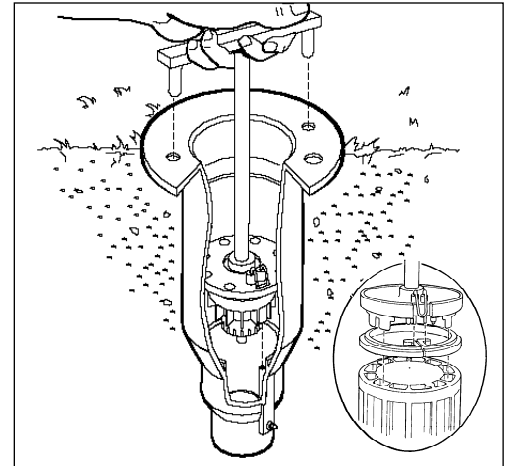

Abbildung 5
3. Um das Ventil und den Sprengring wieder einzusetzen und dabei das Verbindungsrohr im Regnergehäuse nicht zu beschädigen, ist das Ventileinbauwerkzeug (Teile-Nr. 995-76) zu verwenden. Bei Verwendung dieses Werkzeugs wird das Ventil automatisch zum Verbindungsrohr des Regnergehäuses ausgerichtet, und der Sprengring wird an der richtigen Stelle plaziert (**Abb. 5**).
HINWEIS: Es ist möglich, den Sprengring verkehrtherum (Unterseite nach oben) einzusetzen. Das Detailbild in **Abb. 5** zeigt, wie der Sprengring korrekt auf das Ventileinbauwerkzeug aufgesetzt wird.